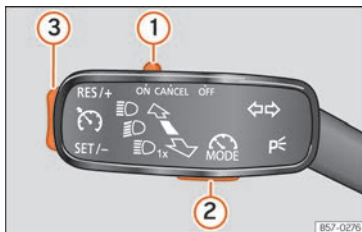

Fig. 228 A la izquierda de la columna de la dirección: mando y teclas para manejar el limitador de velocidad.
Si desea desactivar temporalmente el limitador de velocidad, p. ej., para adelantar, sitúe el mando » **fig. 228** (1) de la palanca de los intermitentes en la posición **CANCEL** o sitúe la tercera palanca en el punto de presión **CANCEL** o pulse la tecla (2) de cualquier palanca.